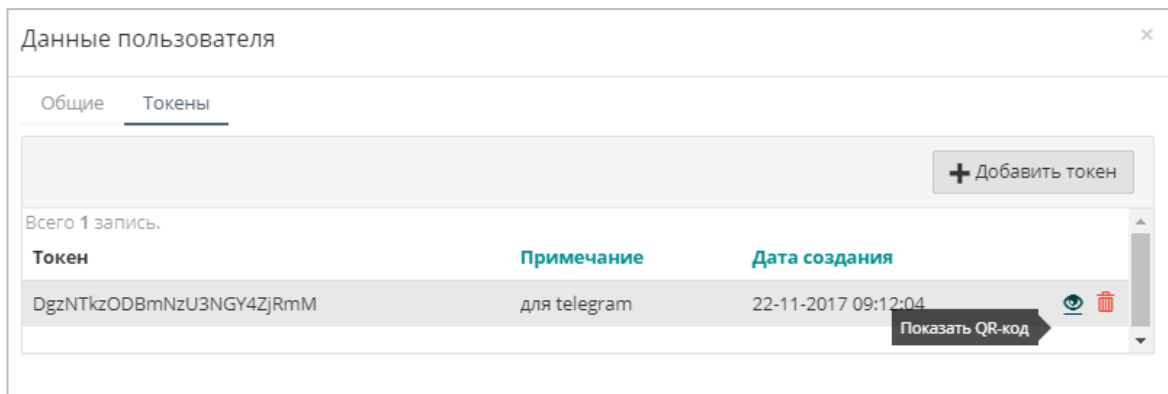

Рисунок 7.2 – Добавление telegram-токена
- Нажмите на кнопку **Токены**, после этого – на появившуюся кнопку **Регистрация нового токена**. Введите токен или отправьте изображение его **QR-кода** (см. рисунок 7.2).